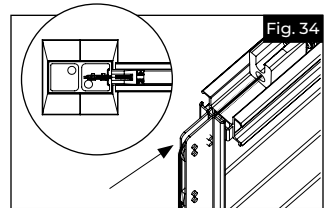

Fig. 34
- b. Asegúrese de que el cable rodee la última vuelta de la guía mirando hacia abajo por el poste (Fig. 34). Jale toda la holgura a través del tensor. Asegúrese también de que el resorte de tensión permanezca en su lugar en la viga en el poste antes de jalar con fuerza.
- Tense previamente el cable en la guía A y B jalando a mano toda la holgura posible a través del bloqueador (Fig. 35). Asegúrese de que el cable rodee la última vuelta de la guía mirando hacia abajo por el poste (Fig. 34).
Este paso es determinante para conseguir una tensión de acabado adecuada. El uso de un guante puede ayudar durante el pretensado. Asegúrese de que el cable está centrado en la guía del cable mientras jala con fuerza (Fig. 34).